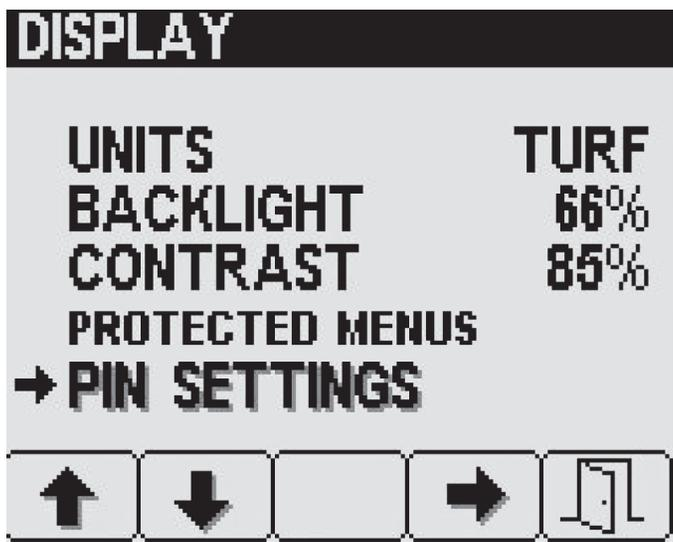

图 23
- 按 DISPLAY 显示屏上的 1 号或 2 号按钮可导航至 PIN SETTINGS PIN 设置选项 图 23。
- 按 4 号按钮可选择 PIN SETTINGSPIN 设置子菜单图 23。